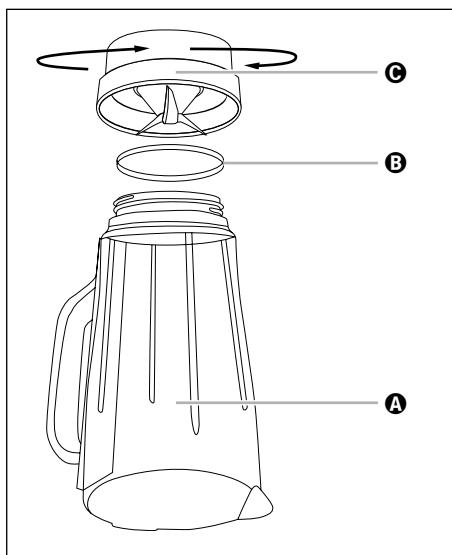

Fig. 4
- 2) Așezați aparatul cu capul în jos și rotiți componenta de plastic Ⓑ a recipientului de amestecare ③ în sens antiorar, astfel încât să se poate desprinde de componenta de sticlă Ⓒ a recipientului de amestecare ③ (a se vedea fig. 4).
- 4) La nevoie, puteți scoate inelul de etanșare ④, cu atenție, din componenta de plastic Ⓑ. Curățați-l în apă cu detergent și clătiți-l la final cu apă curată.
- 6) Dacă este necesar, introduceți din nou inelul de etanșare ④ în mod corect în componenta de plastic Ⓑ. Apoi așezați din nou componenta de plastic Ⓑ a recipientului de amestecare ③ pe componenta de plastic Ⓒ a recipientului de amestecare ③ și rotiți bine componenta de plastic Ⓑ în sens orar.